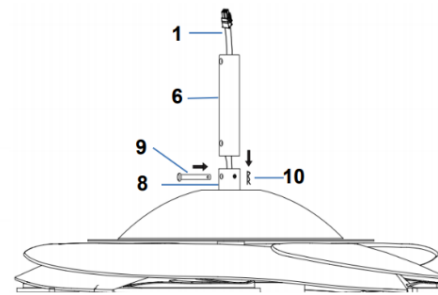

Fig. 4.3
3. Introduzca con cuidado los cables del ventilador (1) a través del tubo colgante (6). (Fig. 4.3)
4. Inserte el tubo colgante (6) en el tubo de acoplamiento del tubo colgante (8) alineando los orificios del tubo de acoplamiento con los orificios del tubo colgante. A continuación, inserte el pasador de horquilla (9) y asegúrelo con la chaveta (10). (Fig. 4.3)